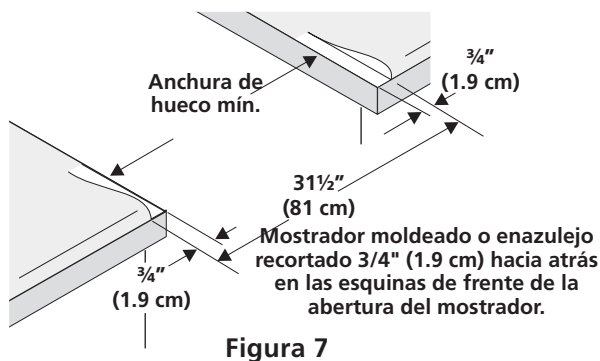

Figura 7
- El reborde de frente de mostradores moldeados** deben tener bordes moldeados a 3/4" (1.9cm) a partir de cada extremidad de la apertura (Figura 7).
- Los mostradores enazulejos** deberán necesitar un recorte de 3/4" (1.9 cm) a partir de cada extremidad y/o un borde redondeado aplanado (Figura 7).